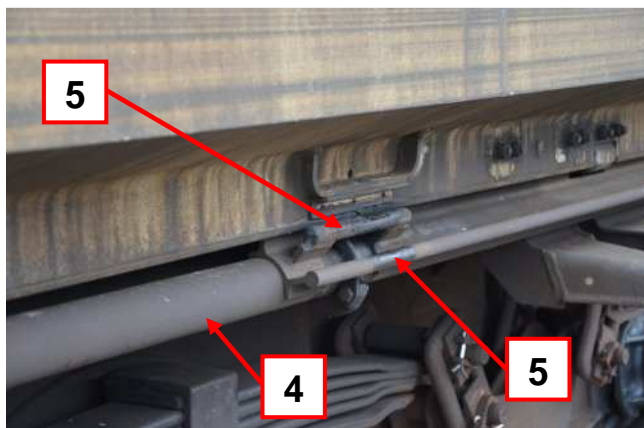
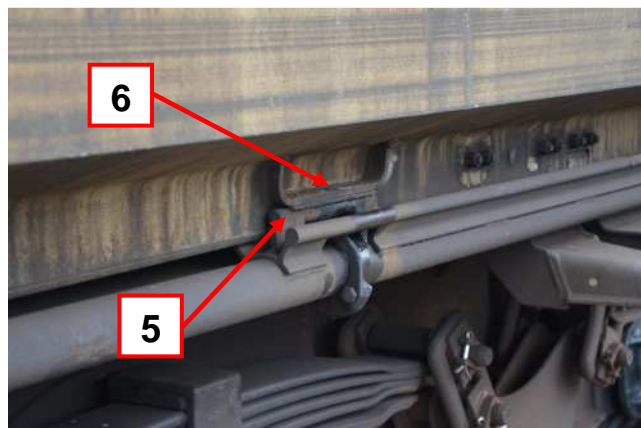

Bild 11: Nocke auf Betätigungswelle, geöffneter Zustand
Bild 12: Nocke auf Betätigungswelle, geschlossener Zustand
Auf der Betätigungswelle (4) seitlich des Wagens befinden sich Nocken (5). Im geschlossenen Zustand pressen die Nocken den unteren Schiebewandrahmen (6) an das Untergestell. (Bild 11, Bild 12)